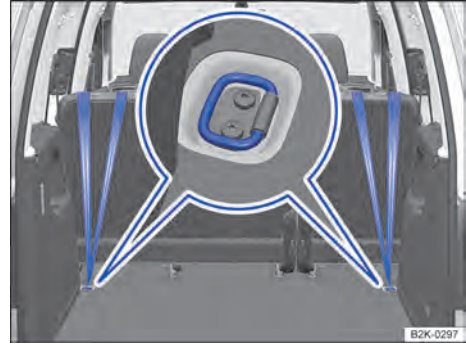

Fig. 45 Places latérales de la deuxième rangée : ceintures de retenue supérieures accrochées dans le coffre à bagages
6. Faites passer la ceinture de retenue supérieure du siège pour enfants derrière le siège et accrochez-la dans les œillets d'arrimage → fig. 45, → fig. 46 ou → fig. 47.